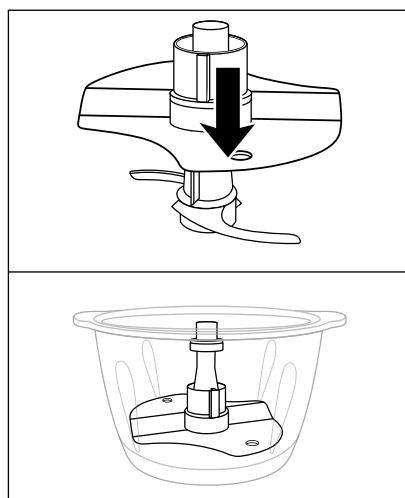

Abb. 1
- 1) Setzen Sie den Mixbehälter ⑨ auf den Antirutschring ⑪.
- 2) Schieben Sie den Emulgieraufsatz ⑫ auf den Messereinsatz ⑦:
- Um 200 - 400 ml Sahne zu schlagen, stecken Sie den Emulgieraufsatz ⑫ so auf den Messereinsatz ⑦, dass der Emulgieraufsatz ⑫ auf beiden Teilen des Messers ⑧ aufliegt und einrastet (Abb.1):